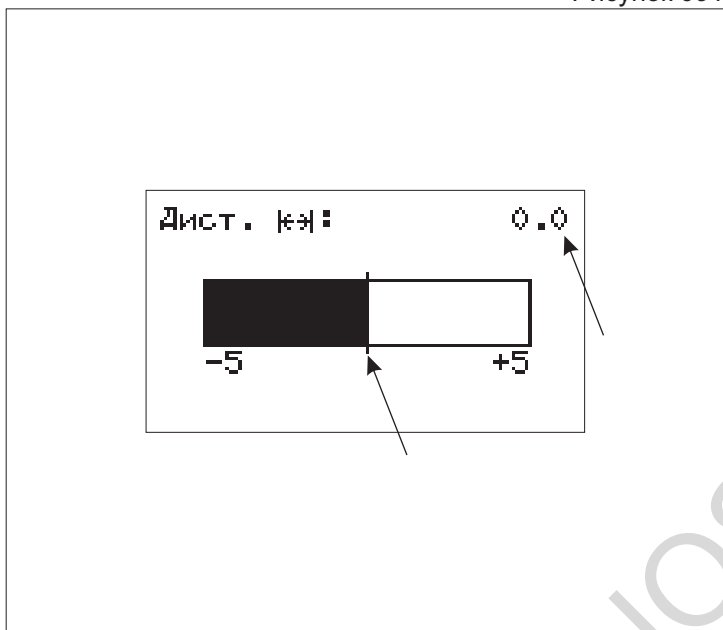

Рисунок 092
8.4 Контроль трения (опционально)**(Рисунок 092)**